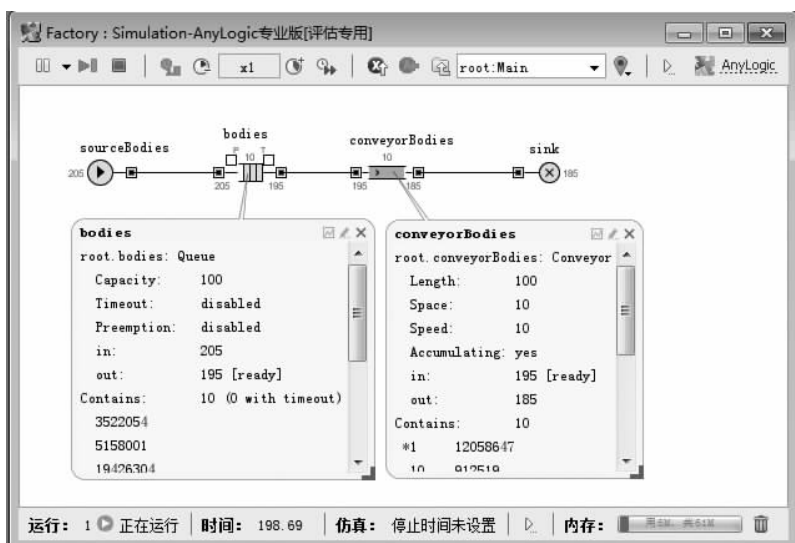

图 3-18 单击任意对象可打开对应监视窗口
- (20) 单击任意对象可打开对应的监视窗口,如图 3-18 所示。